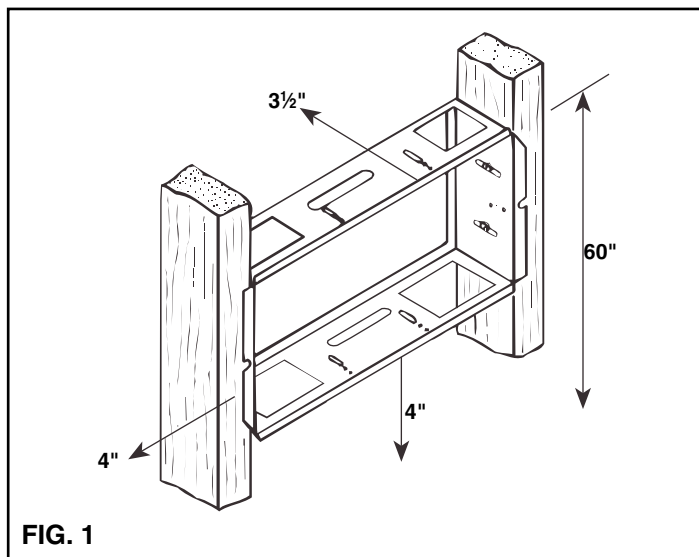

FIG. 1
2. Voir la figure 1. Installer seulement l'encastrement comme indiqué. Installer de niveau, à une hauteur appropriée (une distance de 60 pouces (152,4 cm) entre le plancher et le dessus de l'encastrement convient à la majorité des installations).
Voir la Figure 1.